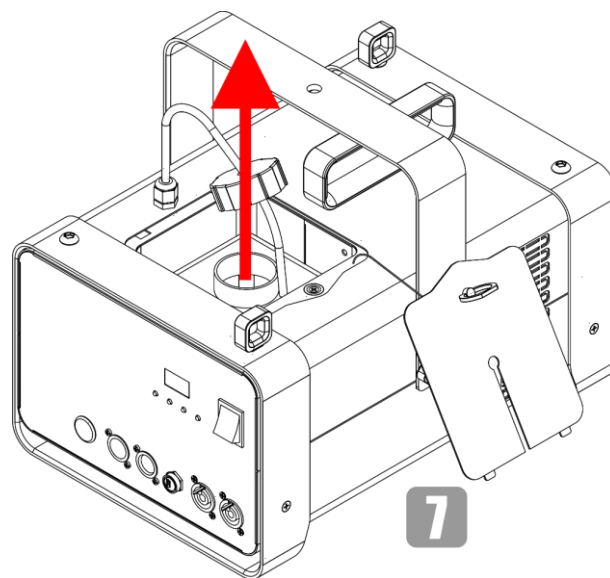

Fig. 14
07) Estrarre il serbatoio del liquido, come indicato nella Fig. 14.